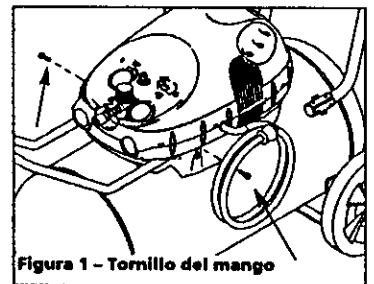

Figura 1 - Tornillo del mango
- Introduzca el mango en la cubierta y en la platina de base como indicado en la Figura 1. El mango tiene que ajustarse en los orificios especiales de la platina de base.